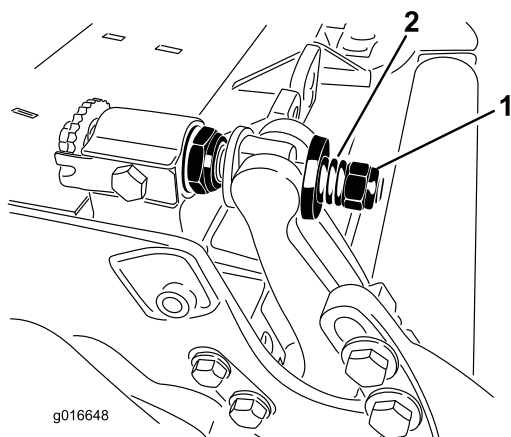

Figura 31
4. Serrate il dado di tensione della molla finché la molla non si piegherà, quindi allentate di 1/2 giro (Figura 31).
la molla di compressione, quindi allentate il dado di 1/2 giro (Figura 31).